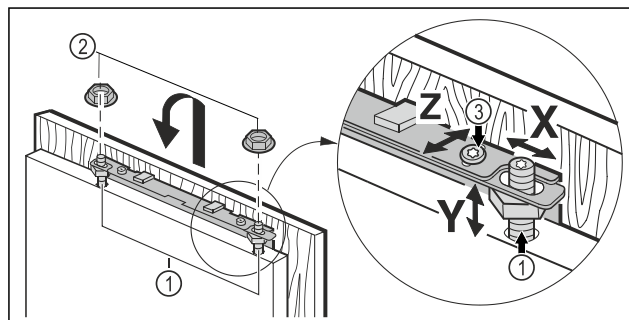

Fig. 20
- Hang de meubeldeur aan de stelbouten Fig. 20 (1) en draai de borgmoeren Fig. 20 (2) losjes op de stelbouten.
- Meubeldeur in de hoogte Y en in de zijdelingse schuifte uitlijnen: Stelbouten Fig. 20 (1) met een schroevendraaier instellen.
- Draai de borgmoeren Fig. 20 (3) vast.